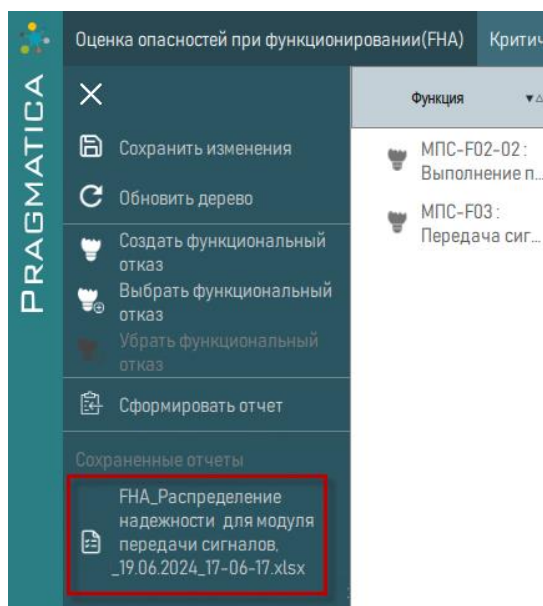

Рисунок 282 – Сохраненные отчеты перечня элементов и отказов
- 2) Сформированный отчет отобразится в секции «Сохраненные отчеты» (рисунок 282).